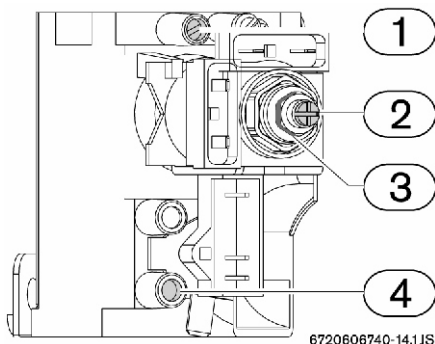

Fig. 4 Punctele de măsurare a presiunii
- ▶ Prin intermediul regulatorului de presiune (fig. 4, poz. 3), reglați presiunea pentru a obține valorile indicate în tabelul 1.
- ▶ Prin intermediul șurubului de reglare a presiunii (fig. 4, poz. 2), reglați presiunea pentru a obține valorile indicate în tabelul 1.